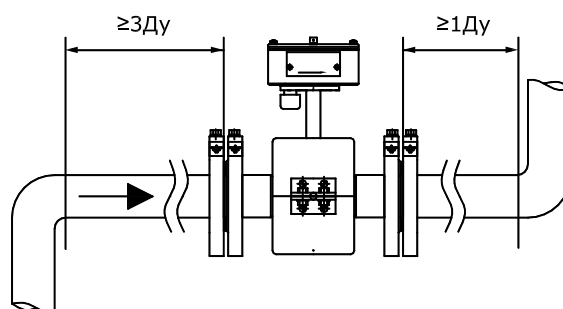

Рисунок 8.4
8.2.6 Расходомер необходимо располагать в той части трубопровода, где пульсации и завихрения минимальные. При установке расходомера необходимо обеспечить прямолинейные участки трубопровода длиной не менее  $3 \cdot DУ$  до и  $1 \cdot DУ$  после ППР (см. рисунок 8.4). Прямые участки могут быть изготовлены из труб по ГОСТ 10704 - электросварные (тонкие) или по ГОСТ 8732 - бесшовные (более толстые). Для  $DУ$  15мм можно использовать трубы по ГОСТ 8734.